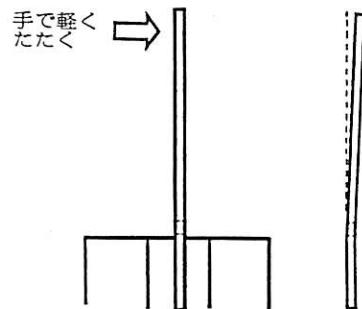

図3 反りの作り方
(3)片方だけでも良いが、図3のように刃を曲げるために、刃の部分を万方にはさみ、手で軽くたたき少し曲げる。